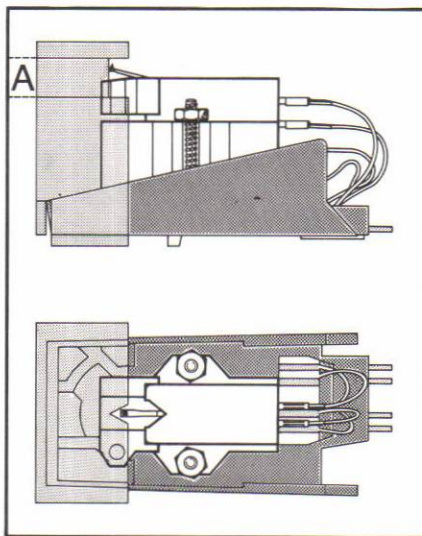

Fig. 14
3. El montaje de la cápsula será correcto, cuando la aguja se encuentre dentro de la escotadura del calibre y cuando, verticalmente, la aguja se encuentre dentro del espacio A (fig. 14).